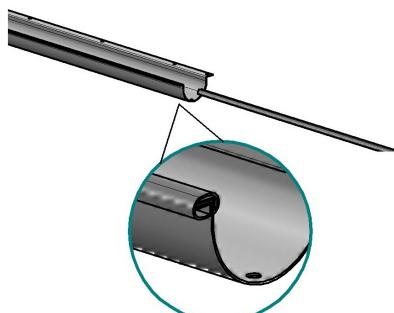

Рис. 12
4.6.2. На лоток (поз. 6) надеть молдинг (поз. 7), см. рис. 12.